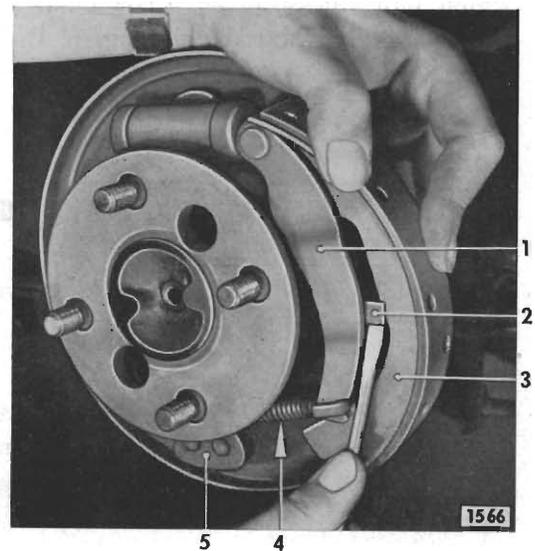

Bild 19 - Hintere Bremsbacke einbauen
Anmerkung: Der Bremsseilhebel ist an der hinteren Bremsbacke angenietet (Bild 19). Er kann nicht eingestellt werden.
1. Hintere Bremsbacke einbauen. Dabei nach Einhängen des Bremsseiles in den Bremsseilhebel Haltefeder (19/2) mit einem Schraubenzieher anheben und Bremsbackensteg (19/3) durch Beidrücken der Bremsbacke unter Haltefeder schieben (Bild 19). Bremsbacke an Stützplatte (19/5) und Radbremszylinder beidrücken. Anschließend kontrollieren, daß das Bremsseil mit Feder in der Führung oberhalb der Stützplatte liegt.